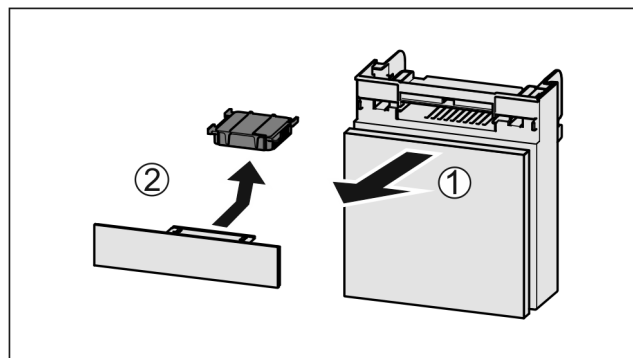

Fig. 53
- ▶ Estrarre il vano tirando in avanti Fig. 53 (1).
- ▶ Rimuovere il filtro a carboni attivi Fig. 53 (2).